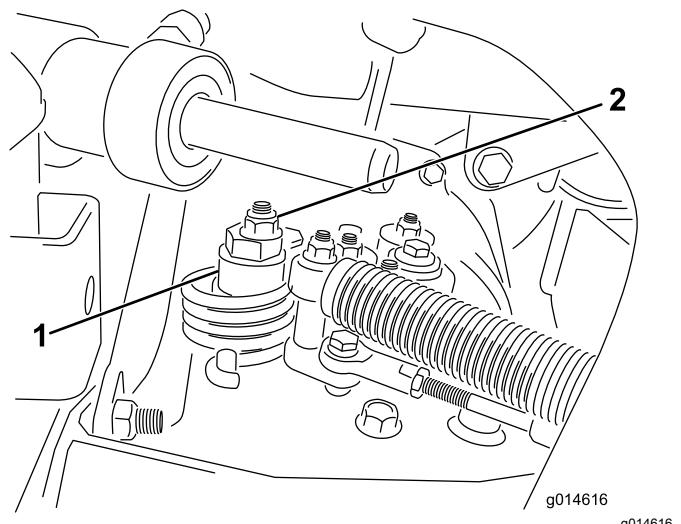

Figura 35
- A. Allentate il dado che fissa l'eccentrico alla parte superiore dell'igrostat (Figura 35).
- C. Fate girare l'eccentrico finché non riscontrate movimenti in alcuna direzione. Quando la ruota cessa di girare, serrate il dado di bloccaggio dell'eccentrico per mantenere la messa a punto (Figura 35). Verificate la regolazione portando l'acceleratore in posizione di MINIMA e MASSIMA.